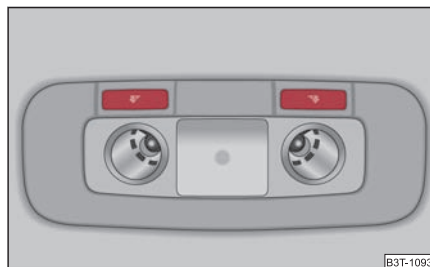

Fig. 66 Imagine din plafon:
- Lampa pentru lectură din dreapta, resp. din stânga se aprinde sau se stinge apăsând întrerupătorul ⇒ fig. 66. ■